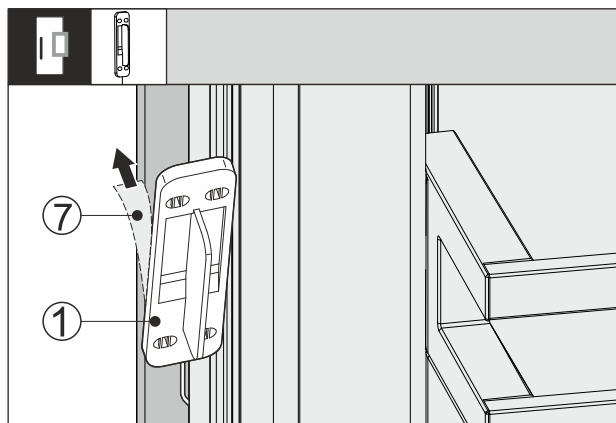

Fig. 65
- 将保护膜 Fig. 65 (7) 从敲门传感器 Fig. 65 (1) 的背面撕下。